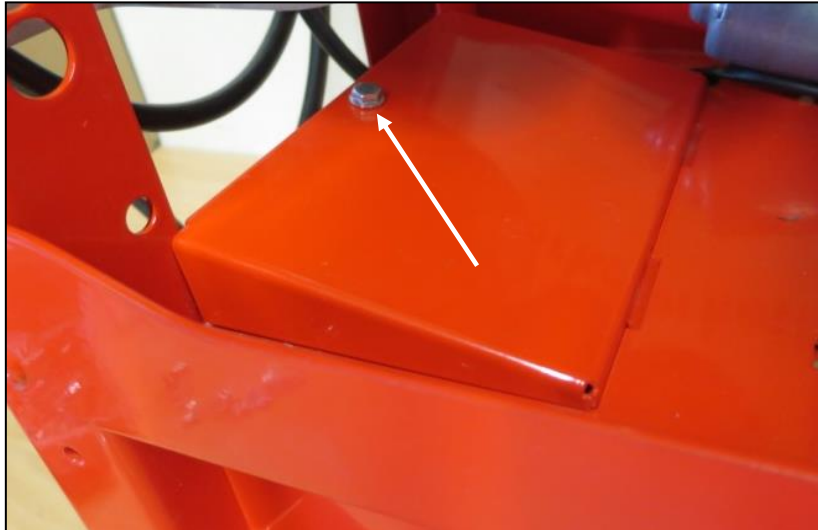

Abb.: 130
- Anschließend lösen Sie die auf Abb.: 130 gekennzeichnete Schraube und nehmen Sie den Deckel ab um an die Anschlüsse des Multidosierers zu gelangen.